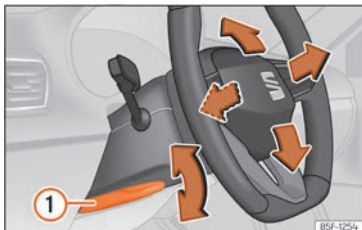

Fig. 68 Palanca en la parte inferior del lateral izquierdo de la columna de dirección.
- Tire de la palanca >>> **fig. 68 ①** hacia abajo, mueva el volante hasta la posición deseada y vuelva a subir la palanca hasta el punto de cierre.
- Tras ajustar la columna de la dirección, empuje firmemente la palanca >>> **fig. 68 ①** hacia arriba para que el volante no cambie de posición accidentalmente durante la marcha.